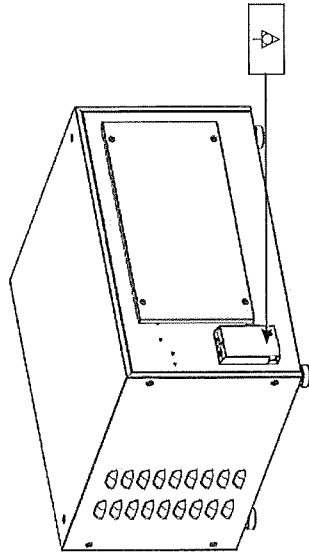

рис. 2
- подсоединить к клеммной колодке A (рис. 2) проводники L1 - N - PE кабеля питания типа H05VUF, сертифицированного и с минимальным сечением, в соответствии с таблицей 1;